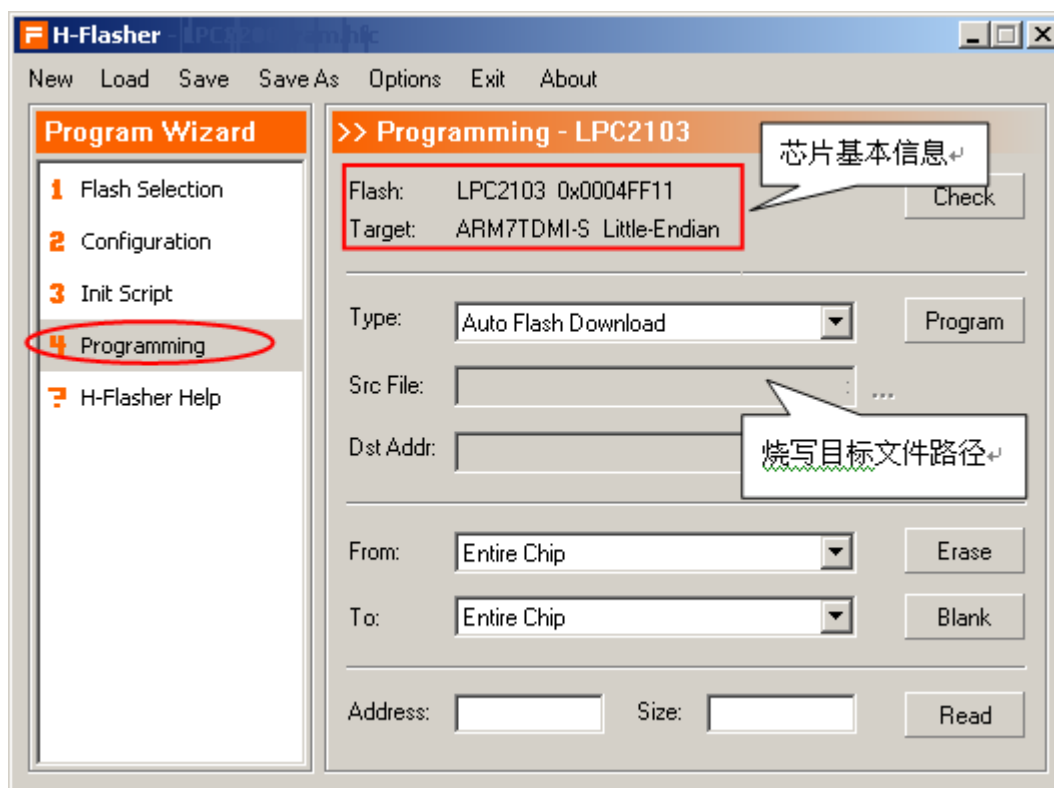

图 2.27 Flash 编程选项
- 打开 4 Programming 选项，如图 2.27 所示。